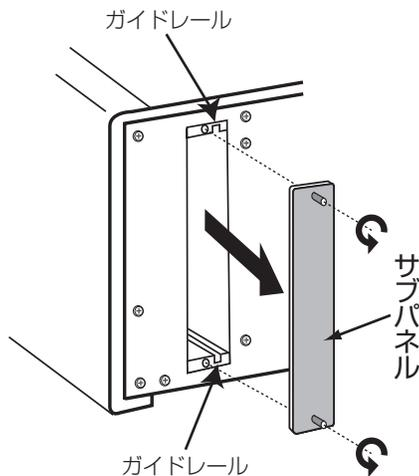

図1
- ❶ E-213の電源を切ります。
- ❷ リアパネルのオプション用スロットのサブパネルをはずします。(図1参照)